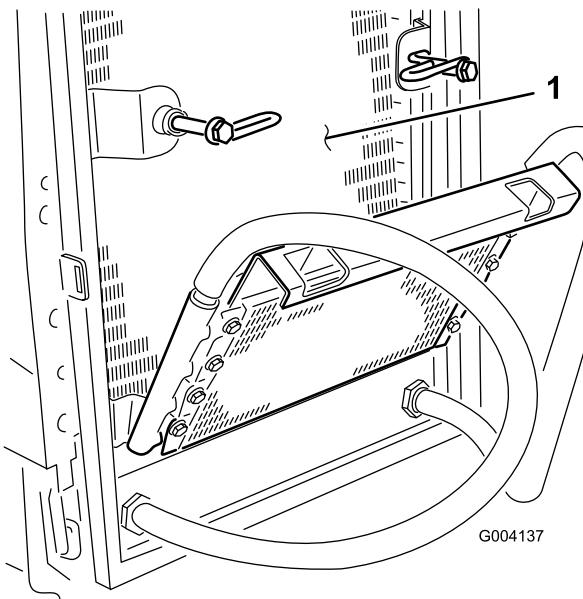

Figura 58
6. Limpie a fondo ambos lados del enfriador de aceite y del radiador (Figura 58) con aire comprimido.